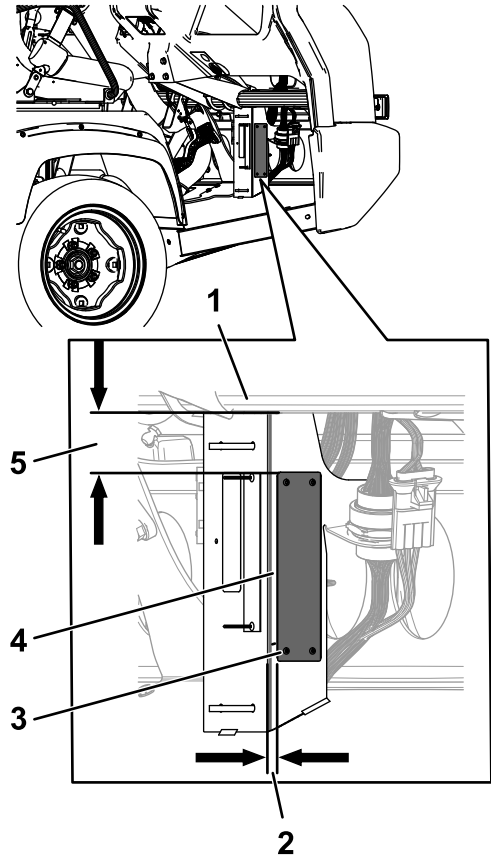

Figura 8
1. Instale a placa de número de série utilizando quatro rebites cegos (3 x 10 mm) no local que se mostra em Figura 8.